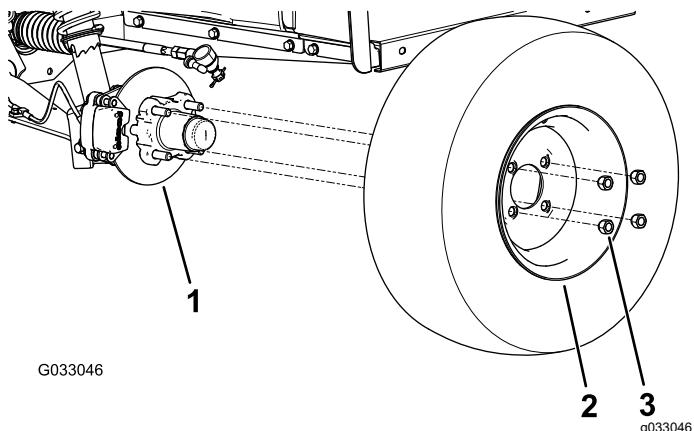

Рисунок 22
- Отверните 4 зажимные гайки, которые крепят каждое колесо к ступице (Рисунок 22).
4. Совместите отверстия в колесе со шпильками в ступице и установите колесо на ступицу так, чтобы вентиль шины был направлен наружу (Рисунок 22).
5. Закрепите колесо на ступице с помощью зажимных гаек (Рисунок 22).